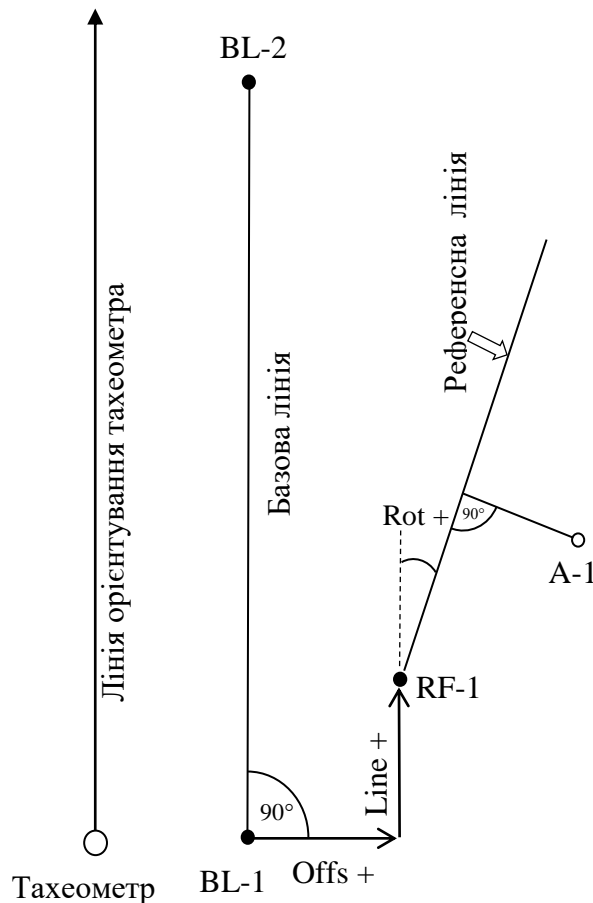

Рис. 3.1. Побудова базової лінії
Базову лінію (БЛ) за необхідності можна зсунути поздовжньо і паралельно або розвернути відносно вихідного положення. Отримана в результаті зміщення нова базова лінія називається референсною лінією (RL), щодо якої можна робити розбивку (рис. 3.1). Це полегшує винос в натуру прямолінійних сегментів осей споруд (будівель, доріг, комунікацій і т. д.). Референсних ліній можна задавати стільки, скільки необхідно.
Базову лінію та елементи її зсуву показано на рис. 3.1. Взагалі-то вона не зміщується, якщо розмічування ведеться від самої базової лінії. У такому випадку потрібно обнулити зрушення (СДВИГ = 0).